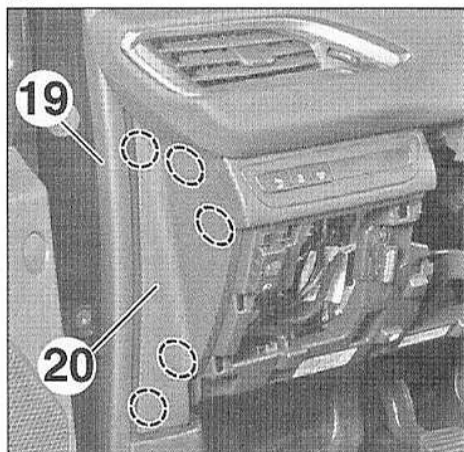

FIG.16
- Dégager partiellement le joint d'entourage de porte (19) (Fig.16).
- Dégrafer et déposer la garniture latérale gauche (20).